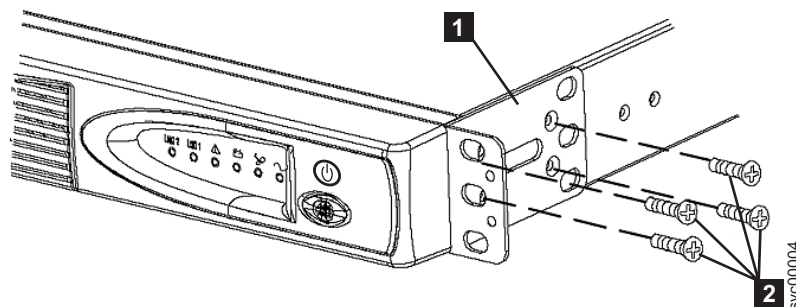

図 8. 2145 UPS-1U用サポート・レールのラックへの取り付け
3. 取り付けブラケットごとに 4 つの M3 × 6 ねじ **2** を使用して、取り付けブラケット **1** の長い側を 2145 UPS-1Uの各側面に取り付けます (図 8に示す)。